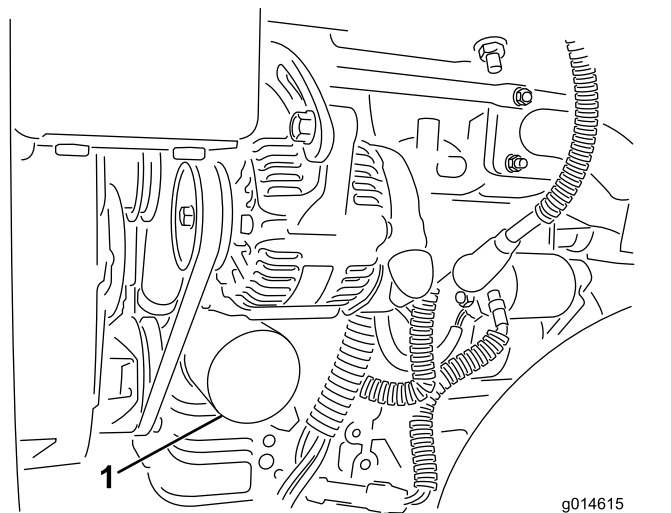

Figura 46
2. Togliete il filtro dell'olio (Figura 46). Spalmate un leggero strato di olio pulito sulla nuova guarnizione del filtro.